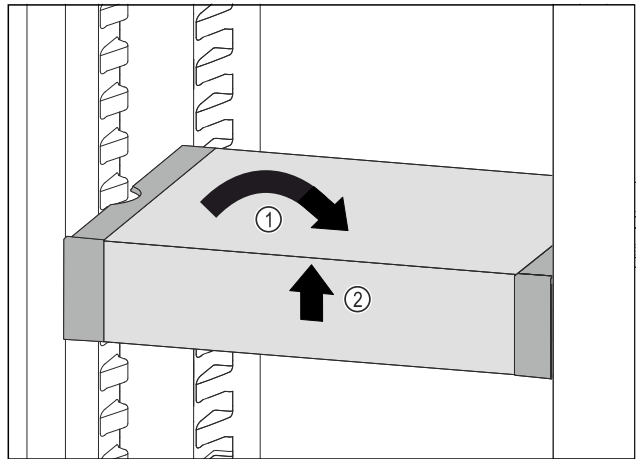

Fig. 110
- VarioSafe gerade stellen. Fig. 110 (1)
- VarioSafe vorne anheben. Fig. 110 (2)